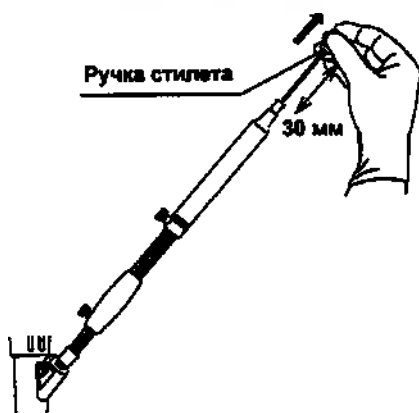

Рис. 12
1. Оттяните ручку стилета приблизительно на 30 мм (см. Рис. 12).